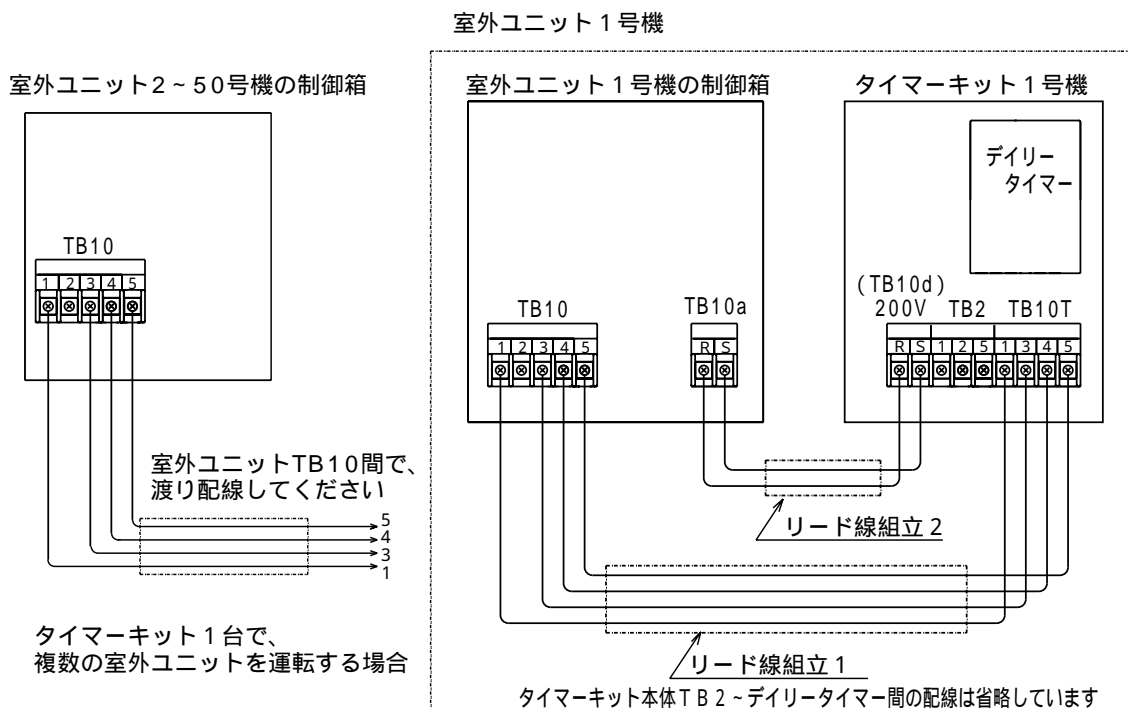

図5 配線接続図
- (1) 室外ユニットの制御箱の下側カバー(取付ネジ2本)を取外してください。
- (2) 室外ユニット制御箱内の端子台TB10の1, 3, 4, 5番端子と、タイマーキット端子台TB10Tの1, 3, 4, 5番端子を、付属のリード線組立1 を使って図5の様に結線してください。
- (3) 室外ユニット制御箱内の端子台TB10aのR, S端子と、タイマーキット端子台TB10d(タイマーキット端子台名板には200V電源と表示してあります)のR, S端子を、付属のリード線組立2 を使って図5の様に結線してください。
- (4) タイマーキット本体の端子台下の左右と、取付板の右側面にあるケーブルクランプを使って、リード線組立1および2を固定してください。配線が板金のエッジ部分に触れない様に注意してください。
- (5) タイマーキット1台で複数台の室外ユニットを運転する場合には、室外ユニット制御箱の端子台TB10の1, 3, 4, 5端子同士を渡り配線してください。渡り配線には0.75mm²×4心のキャブタイヤケーブルをご使用ください。
- (6) 室外ユニット制御箱の端子台TB10の2番端子は、冷房蓄熱/暖房蓄熱運転の手動切替入力端子です。通常は使用しません。手動で冷房蓄熱/暖房蓄熱運転の切替を行いたい場合等の接続方法については、[.6 (1)]の配線例をご覧ください。